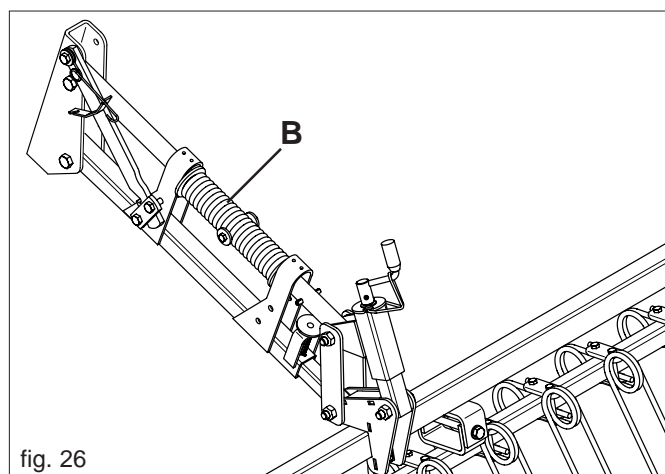

fig. 26
Pour modifier la pression de travail des dents à ressort de la herse recouvre-graines, faire tourner le ressort (B) placé sur le bras parallèle supérieur (Fig. 26).